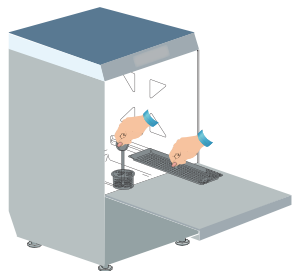

Fig. 6
- Contrôler si le filtre d'aspiration de la pompe est bien placé dans son propre siège au fond de la cuve (voir Fig. 6).
- Introduire les filtres de surface (voir Fig. 6).